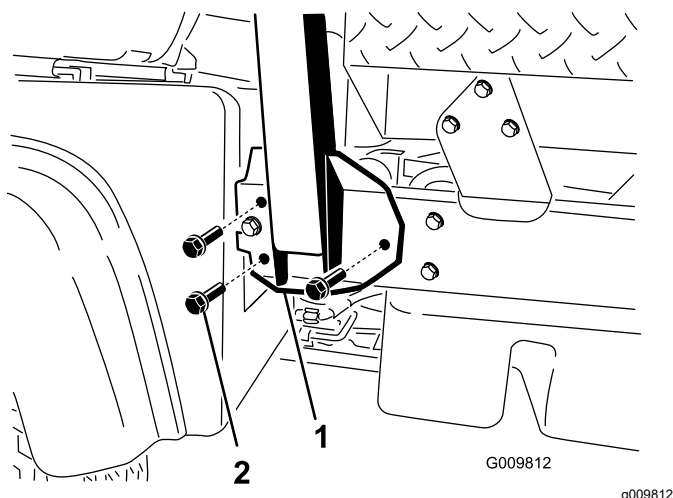

Figure 4
2. Placez chaque côté de l'arceau de sécurité en face des trous de montage de chaque côté du cadre de la machine (Figure 4).
3. Fixez le support de l'arceau de sécurité de chaque côté du cadre de la machine au moyen de 3 boulons à embase ( $\frac{1}{2}$  x  $1\frac{1}{4}$  po) (Figure 4).